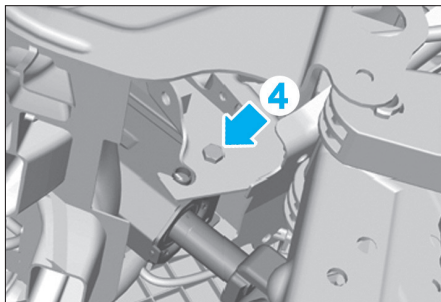

FIG. 9
- A gauche de la pédale de frein, déposer la vis (4) (Fig.9).